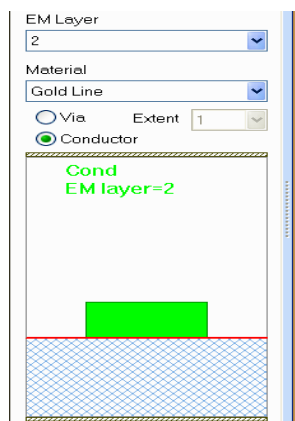

Рис. 6.16
1. Щёлкните мышкой по панели **Layout** в нижней части левого окна, чтобы открыть в этом окне менеджер топологии и отметьте **Conductor**. В поле **EM Layer** введите **2**, щёлкнув по кнопке в правом конце этого поля. В поле **Material** введите **Gold Line**, щёлкнув по кнопке в правом конце этого поля (рис. 6.16).